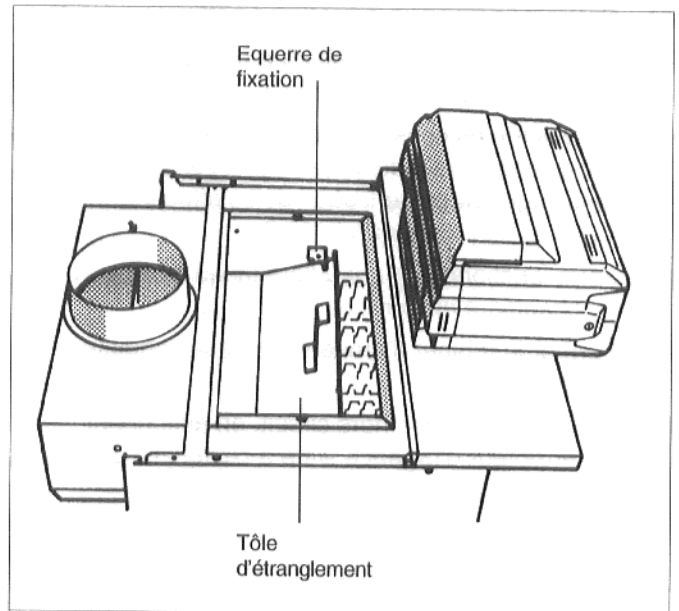

Fig. 31
- Retirer, le cas échéant, la tôle d'étranglement (fig. 31).
- Remettre éventuellement la tôle d'étranglement en place en veillant à ce que ses fentes se placent dans les équerres de fixation (fig. 31).